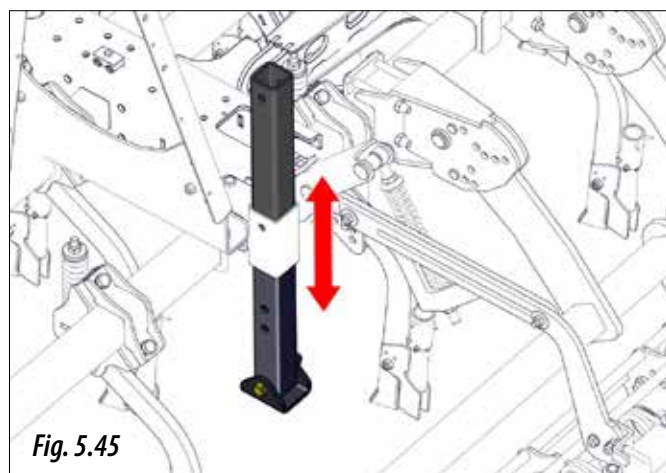

Fig. 5.45
- 2- Desplazar el pie de apoyo hasta la posición deseada (Fig. 5.45).